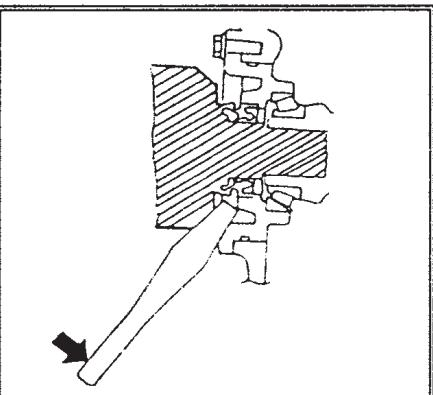

Рис.228.
* На моделях с автоматической коробкой установите лопатку для монтажа шин между валом привода и корпусом подшипника (рис.228) и легкими ударами по лопатке выведите вал из зацепления.